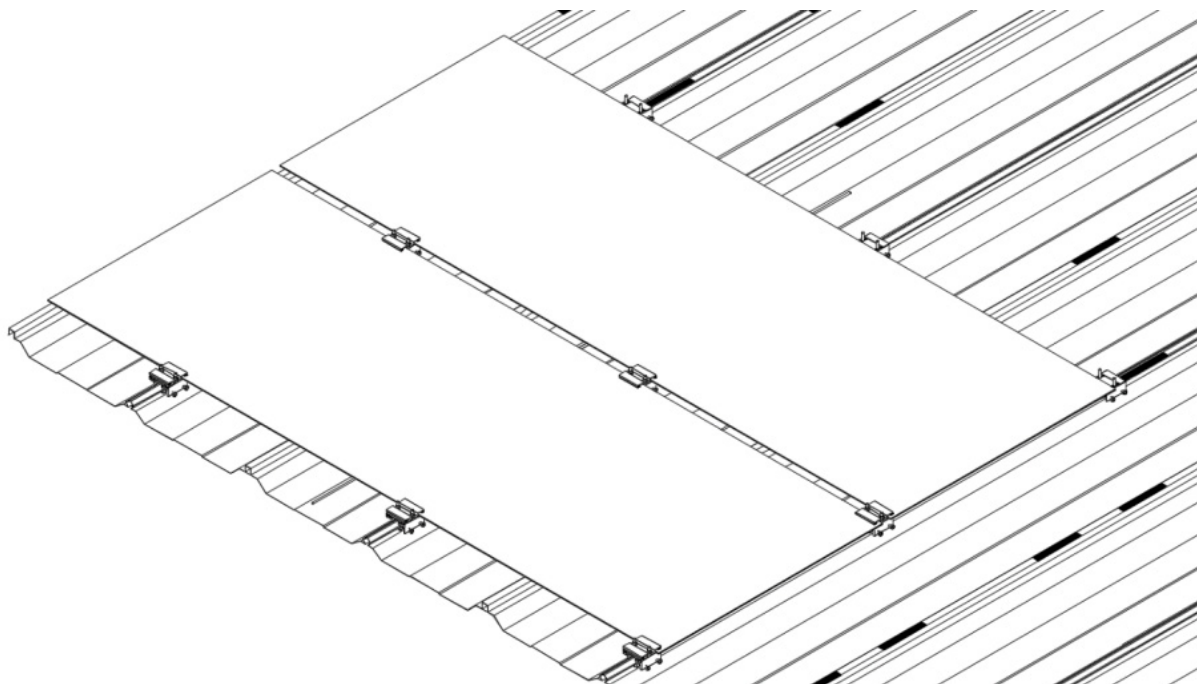

FIGURE 13
⑧ En se référant à la procédure d'installation du premier produit, compléter l'installation du second produit à son tour (Figure 13).